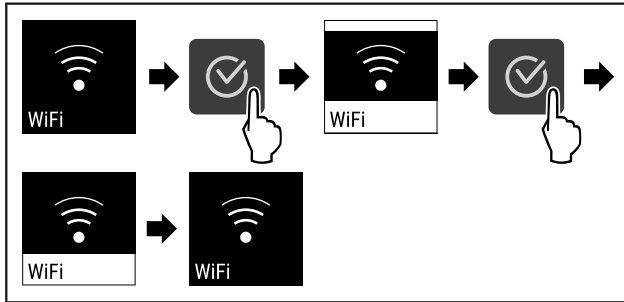

Fig. 86
- ▶ Efectuați pașii de acțiune (vezi Fig. 86).